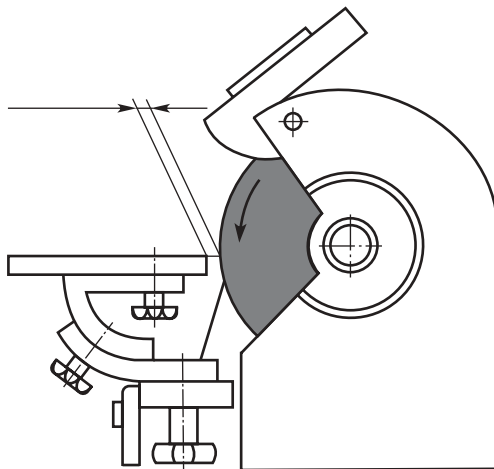

Рис. 1.6. Расположение подручника и шлифовального круга при заточке резца на точильно-шлифовальном станке
49. На рис. 1.6 напишите, чему равен зазор между подручником и шлифовальным кругом при заточке резца на точильно-шлифовальном станке.